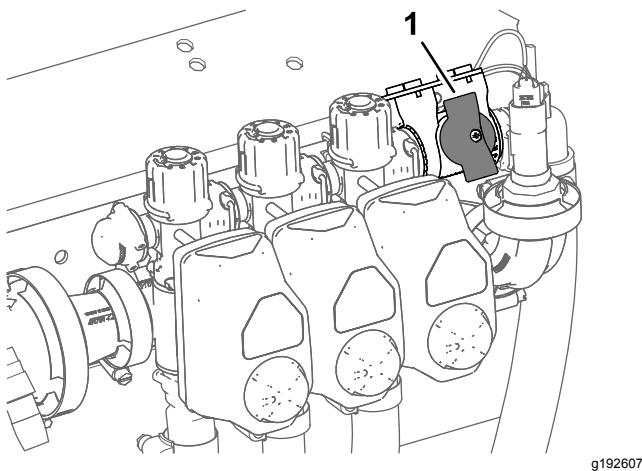

Figure 34
- Tournez la vanne de coupure de dérivation de section à la position fermée (Figure 34).